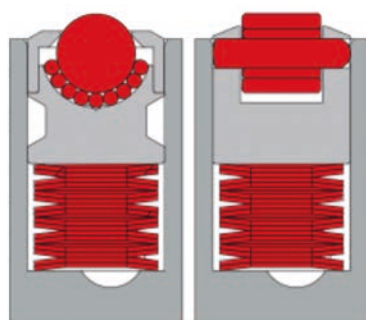

Fig.3
Versione meccanica (fig. 3): i moduli di scorrimento sollevano lo stampo mediante una molla (A).
- Tipo BS (fig. 3): fissaggio permanente con vite e foro filettato sul fondo delle cave.